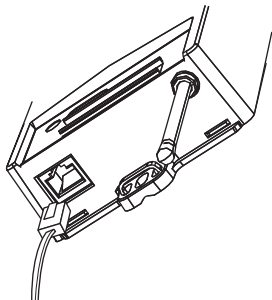
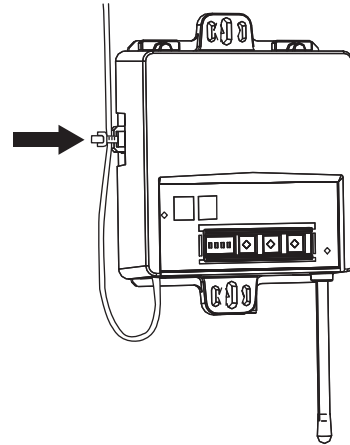
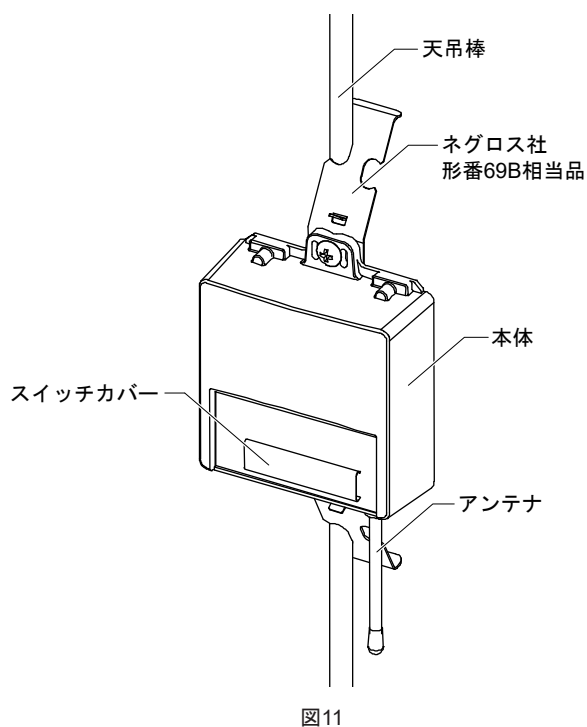

図8 コネクタ付きケーブル差込口
図9 ケーブル固定用穴
図11
## (2) 天吊棒に金具取付 (図11参照)
- ① スイッチカバーを手前に引っ張って外し、周波数チャンネルとグループアドレスおよびUTアドレスを設定します。設定が終わったら、スイッチカバーを取り付けます(「設定作業」の項参照)。
- ② 天吊棒にネグロス社 形番69B相当品(別途手配品) 2個を5~10 mm程度の間隔を空けて、はめ込み、固定します。
- ③ 形番69B金具に付属されているM5ねじで、本体と形番69B相当品を固定します。
- ④ コネクタ付きケーブル(形番940-SP-3088R)を本体の差込口に差し込み(図8参照)、反対側をコントローラのUSER I/Fコネクタに接続します。コネクタ付きケーブルの長さは最長50 mです。必要に応じて、本体左側面のケーブル固定用穴を利用してください(図9参照)。
- ⑤ アンテナにケーブルや金属が接触していないか確認してください。
- ③ コネクタ付きケーブル(形番940-SP-3088R)を本体の差込口に差し込み(図8参照)、コントローラのUSER I/Fコネクタに接続します。コネクタ付きケーブルの長さは最長50 mです。必要に応じて、本体左側面のケーブル固定用穴を利用してください(図9参照)。
- ④ アンテナにケーブルや金属が接触していないか確認してください。